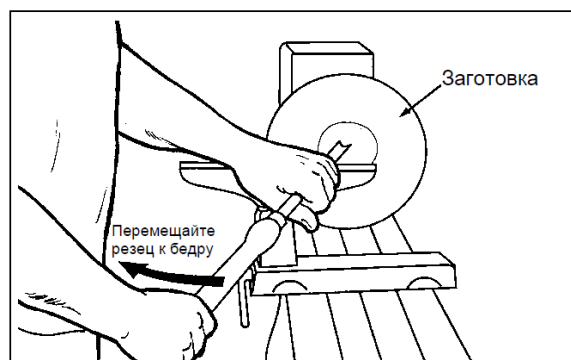

Рис. 10-11
5. Установите 13 мм резец для чаш на подручнике в центре заготовки так, чтобы желобок был повернут к верхней точке чаши. Рукоятка должна быть расположена под углом 30° к горизонту, как показано на Рис. 10-11.
- 6.левой рукой контролируйте режущий край резца, в то время как правая рука подтягивает ручку инструмента по направлению к туловищу (Рис. 10-11). Для получения гладкой изогнутой поверхности желобок резца должен двигаться от вершины наружного края чаши, поворачиваясь вверх так, чтобы смещаться вглубь чаши. По мере заглубления резца в заготовку постепенно поворачивайте его к краю. Возможно, после углубления заготовки подручник придется повернуть.